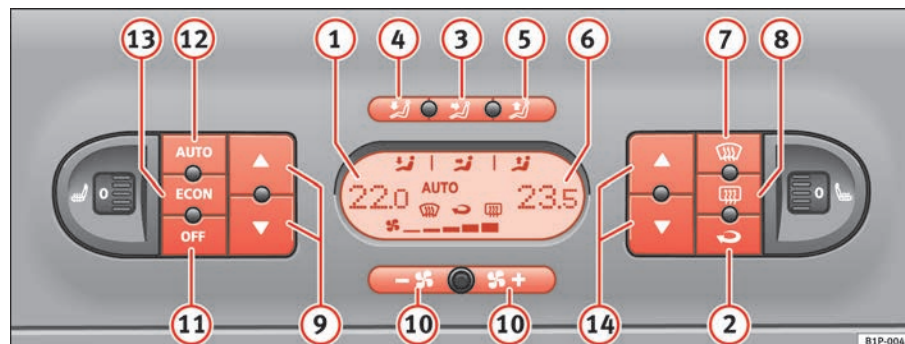

Fig. 111 Mandos del 2C-Climatronic en el tablero de instrumentos
- Pulse las teclas de regulación de temperatura ⇒ página 155, fig. 111 ⑨ ó ⑭ para ajustar la temperatura del lado izquierdo y derecho respectivamente.
- Pulse la tecla  ⇒ **página 155, fig. 111.** Aparece “AUTO” en el display.